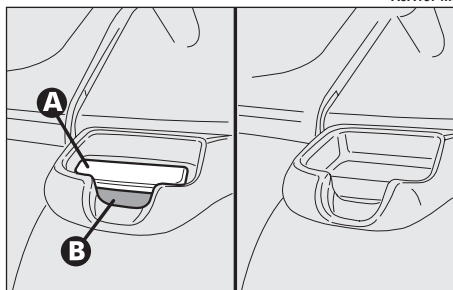

fig. 42
Assicurarsi che lo schienale risulti correttamente agganciato su entrambi i lati ("bande rosse" (B-fig. 42) non visibili) per evitare che, in caso di brusca frenata, lo schienale possa proiettarsi in avanti causando ferimento ai passeggeri.
Il corretto aggancio dello schienale è garantito dalla scomparsa della "banda rossa" (B-fig. 42) presente sulle leve (A) di abbattimento dello schienale. La presenza della "banda rossa" indica infatti il mancato aggancio dello schienale. Nel riportare lo schienale in posizione di utilizzo accertarsi dell'avvenuto aggancio fino a percepire lo scatto di blocco.